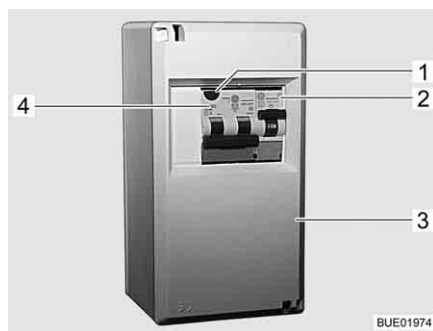

Fig. 174 Caja de fusibles de 230 V
Un interruptor de corriente de defecto / de protección de línea combinado (Fig. 174,4) en la caja de fusibles (Fig. 174,3) protege al vehículo completo de corrientes de defecto (0,03 A).
En los vehículos con equipamiento especial (p. ej. instalación de aire acondicionado), un interruptor de protección de línea adicional (10 A) (Fig. 174,2) protegerá el aparato.
- Si el vehículo está conectado a la alimentación de 230 V, pulsar la tecla de prueba (Fig. 174,1). El interruptor de corriente de defecto debe disparar.